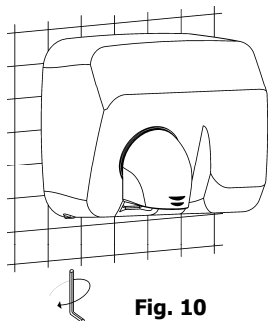

Fig. 10
- ◆ Skru nu de 2 indvendige låseskruer **mod urets retning** - anvend den medfølgende specialnøgle til låseskruerne er skruet helt "ud" dvs. mod kabinettets inderflade (se fig. 10)